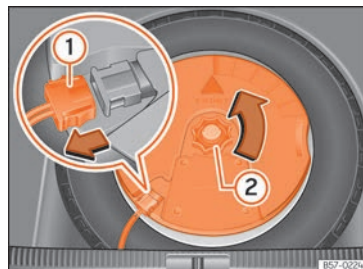

Fig. 280 En el maletero: desmontar el subwoofer.
- Desconecte el cable del altavoz subwoofer »» fig. 280 ①.
- Gire la ruedecilla de fijación en sentido contrario a las agujas del reloj »» fig. 280 ②.